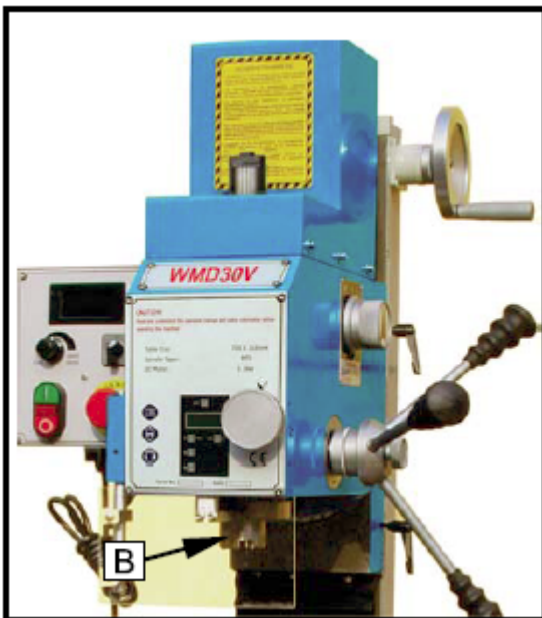
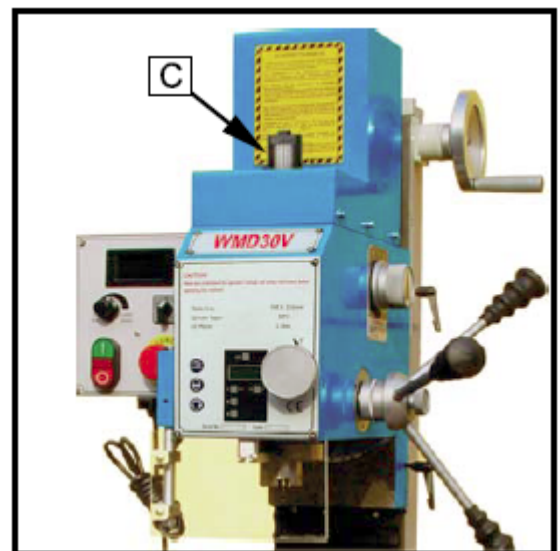

Рисунок 13.
Рисунок 14.
- 9.3. Удерживайте шпindel (Рисунок 13, В) с помощью ключа за хвостовик, чтобы он не вращался при выкручивании штрелева (Рисунок 14, С).